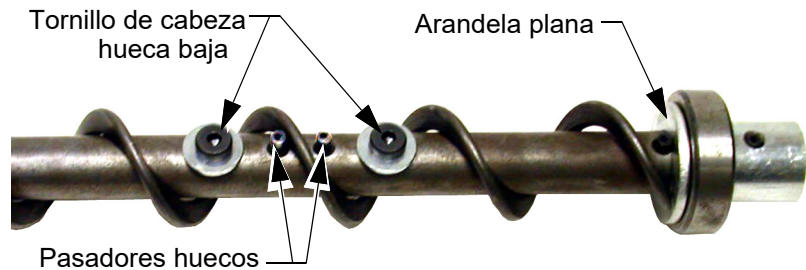

Figura 42. Conexión del sinfín y el cojinete de anclaje
Si hay que desarmar el sistema, tener mucho cuidado para impedir ser lesionado por el salto del sinfín. Ver la **Figura 42**.
1. Insertar el conjunto de anclaje en el sinfín y empujar la punta del sinfín entre los dos pasadores huecos en el centro del anclaje. Continuar empujando el sinfín hasta que la punta del sinfín toque la arandela plana. Apretar los tornillos de fijación en el centro del anclaje hasta que se detengan (ver la **Figura 42**).